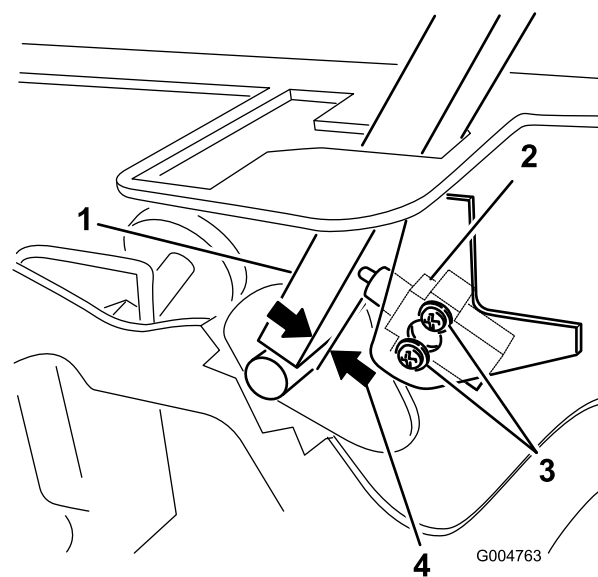

図 57
3. インタロックスイッチを固定しているネジ2本を取り外す (図 57)。
4. コントロールレバーをフレームに押し付けた状態で、スイッチをレバー側に動かし、レバーとスイッチのボディーとの距離が 0.4~1 mm になるように調整する (図 57)。